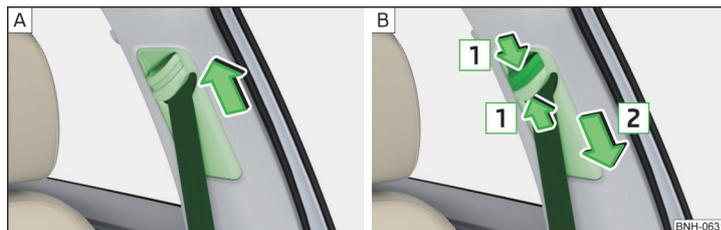

Fig. 17 Ajuste en altura del cinturón para los asientos delanteros
- Desplazar la guía **hacia arriba** en sentido de la flecha » **fig. 17** - [A].
- **O bien:** Comprimir el seguro en el sentido de la flecha [1] deslizar la guía **hacia abajo** en el sentido de la flecha [2] » **fig. 17** - [B].